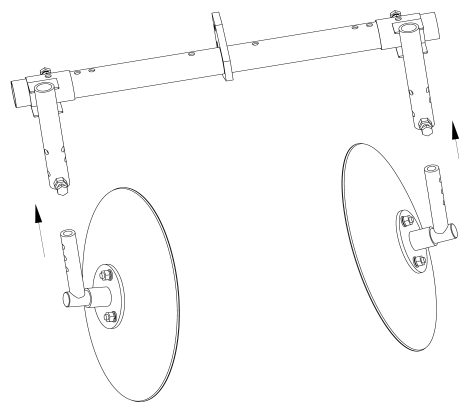

рис. 2
- установить окучник дисковый в правый и левый кронштейны рис. 2;